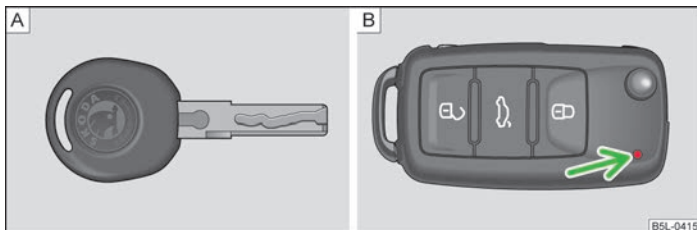
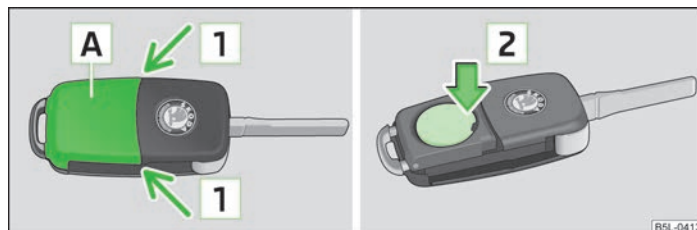

Fig. 8 Llaves sin telemando/llaves con mando a distancia
Fig. 9 Llave con radiotelemando: Quitar la tapa/extraer la pila
Con el vehículo se suministran dos llaves. Según el equipamiento, su vehículo puede estar provisto de llaves sin mando a distancia » fig. 8 - A o de llaves con mando a distancia » fig. 8 - B.
Cada llave principal de radiotelemando contiene una pila que está alojada debajo de la tapa A » fig. 9. Si la pila está descargada, después de pulsar una tecla de la llave, no parpadea el testigo de control rojo » fig. 8 de la página 27 - B. Le recomendamos que lleve a cambiar la pila de la llave a un contratante ŠKODA. Si, de lo contrario, desea cambiar la pila descargada Vd. mismo, proceda como sigue.
- Presionar la tapa del compartimento de la pila pulsando con el pulgar o con un destornillador plano en la zona de la flecha 1 » fig. 9.